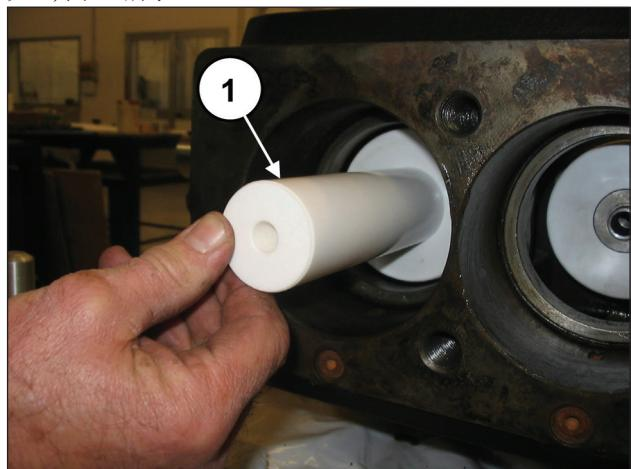
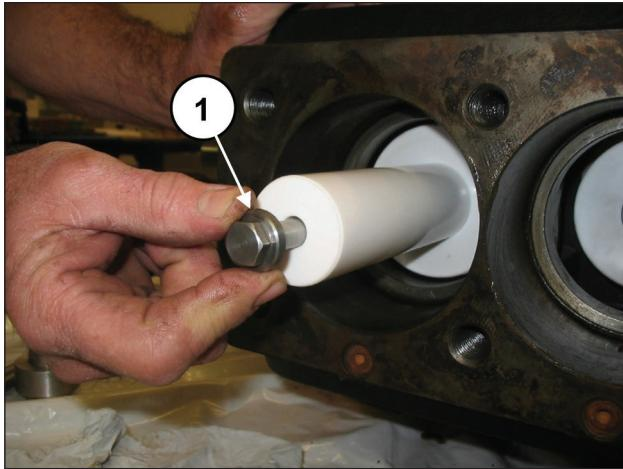

图147
图148
将活塞安装在相应的导承上（部件号①，图147）并固定，如①，图148所示。